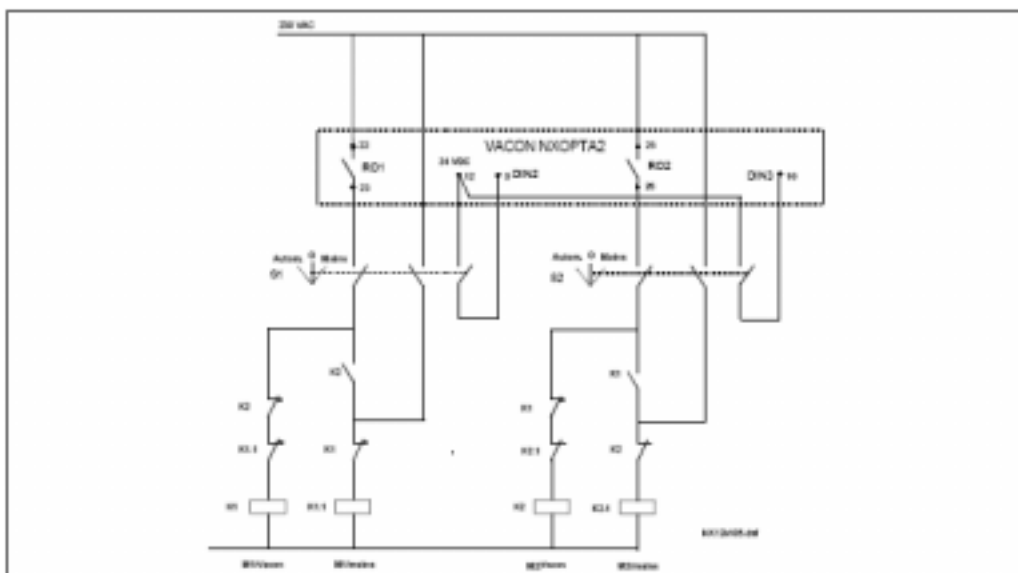
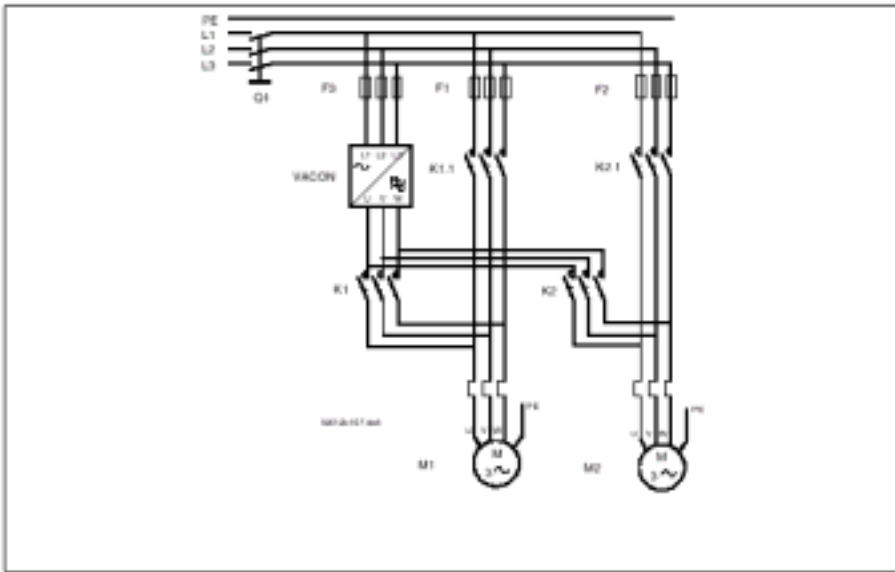

图 7-1 两个泵自动切换系统，原理控制图
图 7-5 两泵自动切换
- 通过变频器继电器输出控制的外部接触器，把电机连接到变频器或主电源。如果变频器控制的电机被包含在自动切换序列中，那么它总是通过最先激活的继电器输出控制。其它后面激活的继电器控制辅助电机（见图 7-5 和 7-6）。
起动和停止顺序的自动切换被激活，并且，只应用于辅助电机，或辅助电机和变频器控制的电机，这取决于参数 2.9.25（自动功能选择）的设定。默认值是在 2 个电机间自动切换。见图 7-1 和图 7-5。